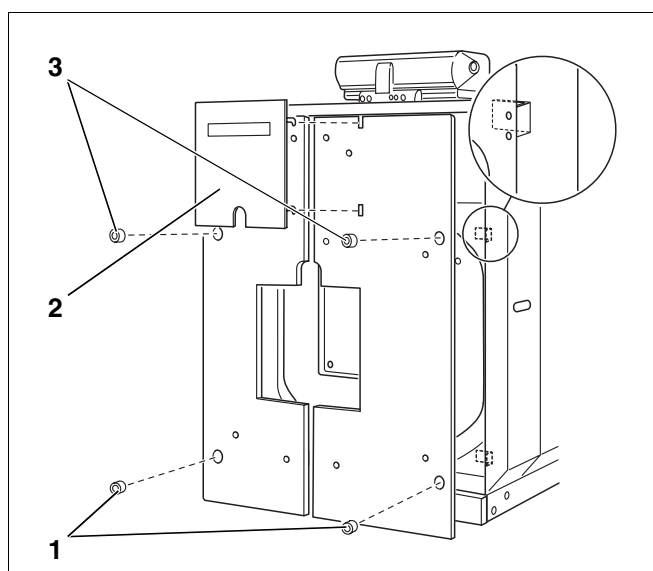

Fig. 47
- Skru den venstre og den højre del af forkappen fast med hver fire sekskantskruer (M 8 x 12) på brænderdørens beslag (Fig. 47).
- Sæt brænderdørens dækblænde ind i udstansningerne på forvæggen (Fig. 47, **pos. 2**).
- Luk de fire åbninger i brænderdøren med de fire propper (Fig. 47, **pos. 1 og 3**).
Når de fire propper fjernes, kommer brænderdørens fastgørelsesskruer til syne. Skruerne skjules delvist af dækplader (Fig. 47, **pos. 3**), og kan først løsnes, når de to forreste sidekappedele med håndhul (Fig. 47, **pos. 4**) er fjernet (se kapitel "3 Vedligeholdelse" på side 28).